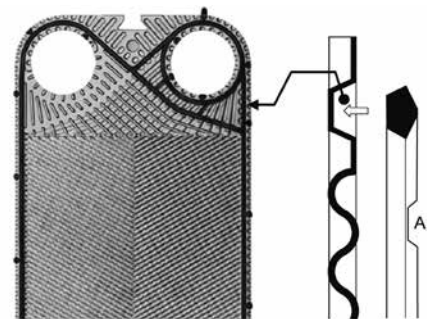
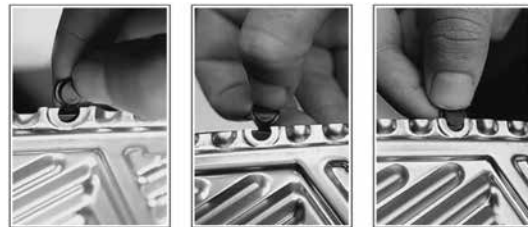

Fig.6
Fig.7
- Fissare la guarnizione sulla piastra (Fig. 6), fare attenzione che gli incavi per la rilevazione di perdita fluido "A", siano rivolti verso l'alto e controllare che i Plug-In® siano agganciati nelle rispettive sedi (Fig.7). Controllare che la guarnizione sia correttamente inserita nella propria sede, quindi capovolgere la piastra quale ulteriore verifica che tutti i Plug-In® siano stati ben posizionati.